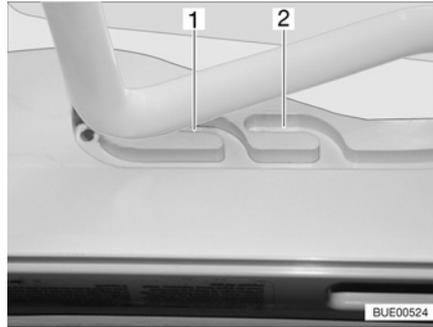
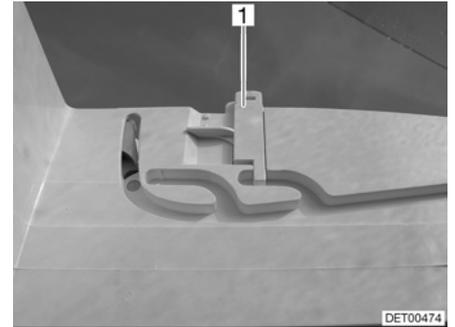

Fig. 38 Claraboya Heki en posición de ventilación
Fig. 39 Bloqueo de la posición de ventilación
La claraboya Heki se puede colocar en dos posiciones de ventilación: Posición de mal tiempo (Fig. 38,1) y posición mediana (Fig. 38,2). Según el modelo, la claraboya podrá ser bloqueada en la posición central con los dos pestillos (Fig. 39,1) a la izquierda y la derecha en el marco de la claraboya.
- Presionar el estribo ligeramente hacia arriba y empujarlo en la guía seleccionada (Fig. 38,1 ó 2) y, si fuera necesario, bloquearlo.